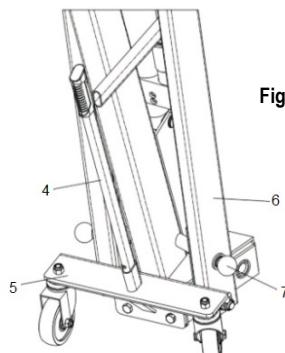

Fig. 8
- Regolazione del braccio: premere la leva del cambio, spingere e tirare l'asta di allungamento del gancio fino alla portata desiderata (fig. 8).